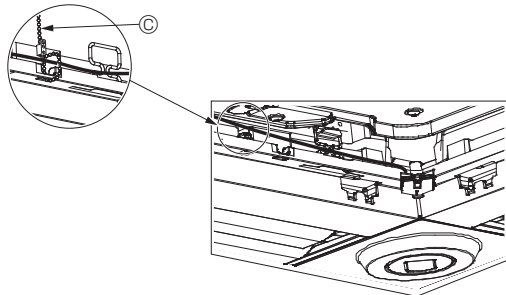

Fig. 5-13
- Fixez les fils du capteur i-See et du récepteur de signal au panneau à l'aide des fixations, comme indiqué sur le schéma, de sorte qu'il n'y ait pas de mou au niveau des fils, puis coupez le fil qui dépasse aux extrémités de la fixation. (Fig. 5-13)
- Si la position du capteur i-See a été permutée de la position "o" (E) à la position "□" (F), changez le paramétrage des commutateurs. (Voir page 27.)